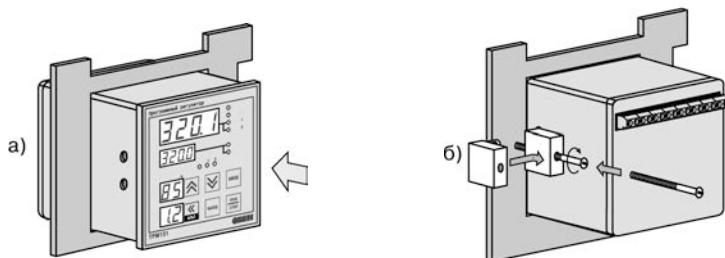

Рисунок 5.2 – Установка прибора щитового крепления
1. Прибор вставляется в специально подготовленное отверстие на лицевой панели щита (см. Приложение А и рисунок 5.2, а).
2. Фиксаторы из комплекта поставки вставляются в отверстия на боковых стенках прибора (рисунок 5.2, б).